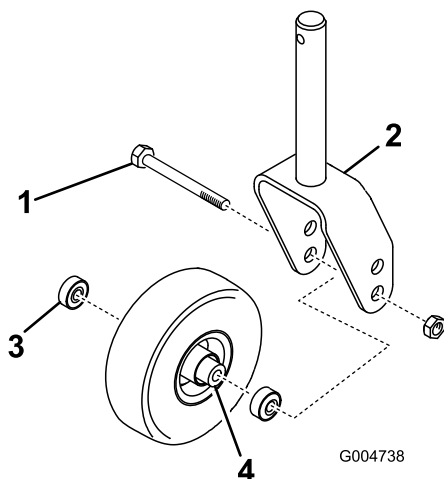
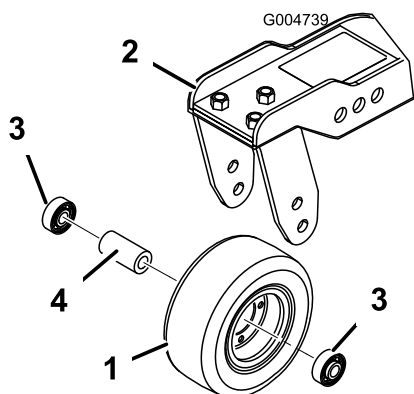

Figura 75
Figura 76
1. Retire a porca de bloqueio do parafuso que fixa a estrutura da roda giratória entre a forquilha da roda giratória (Figura 75) ou o braço articulado da roda giratória (Figura 76).
3. Retire o rolamento do cubo da roda e deixe cair o espaçador do rolamento para fora (Figura 75 e Figura 76).